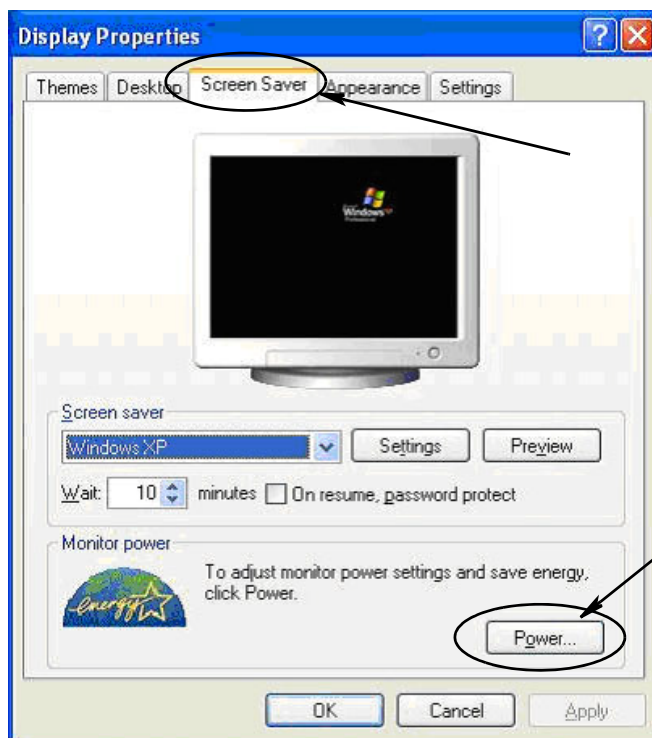

FIG. 14
2. La fenêtre "Properties" (Propriétés) s'affiche. Cliquez sur l'onglet Screen Saver (Écran de veille). Dans la partie "Monitor Power" (Gestion de l'alimentation du moniteur) de l'écran, sélectionnez le bouton "Power" (Gestion de l'alimentation) FIG. 14).